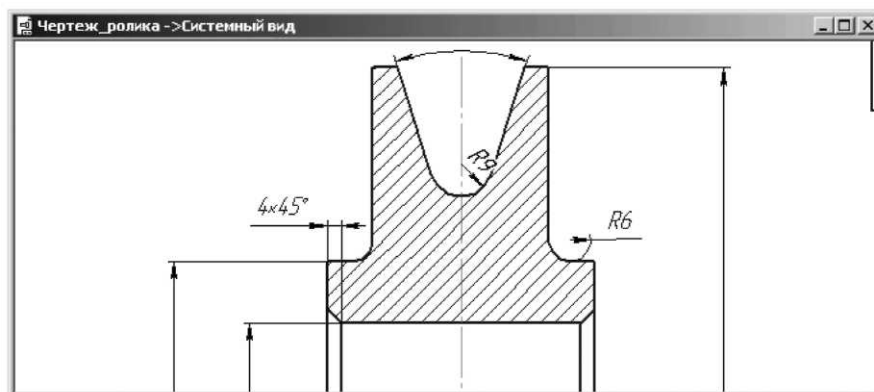

Рисунок 4.19 Результат вставки додаткового тексту в розмірний напис фаски
– клацніть поза розміром фаски для зняття з його виділення. Цей стан показаний на рис. 4.19.